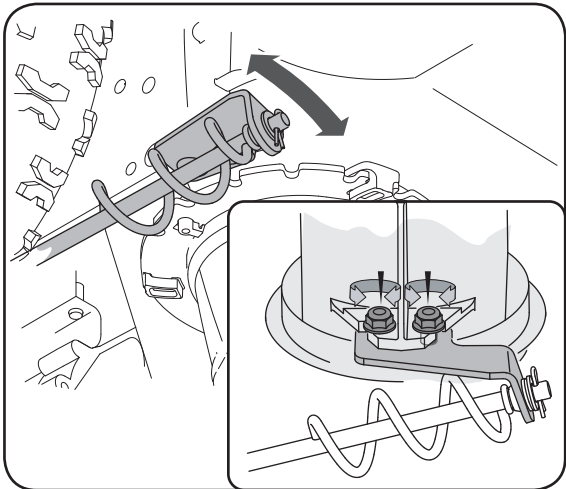

Figure 5-9
1. Desserrez les deux écrous qui maintiennent le support de la goulotte et ajustez légèrement la position de celui-ci. Voir la Figure 5-9.